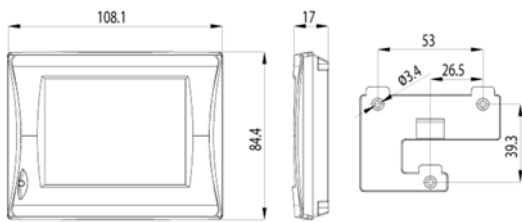
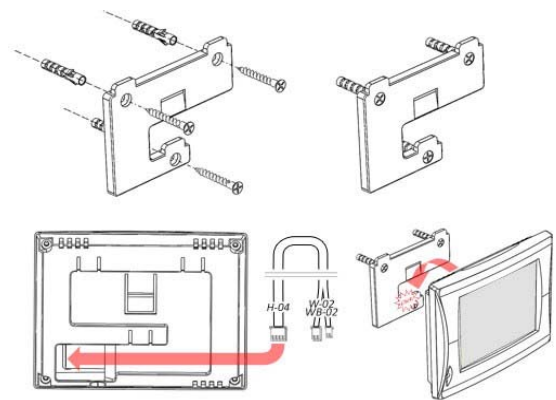

Рисунок 7 - Пульт управления
Рисунок 8 - Схема монтажа пульта управления
- 5.1.11 Смонтируйте пульт управления (Рисунок 7) согласно схеме монтажа (Рисунок 8). Монтаж пульта управления можно производить только на вертикальные поверхности.